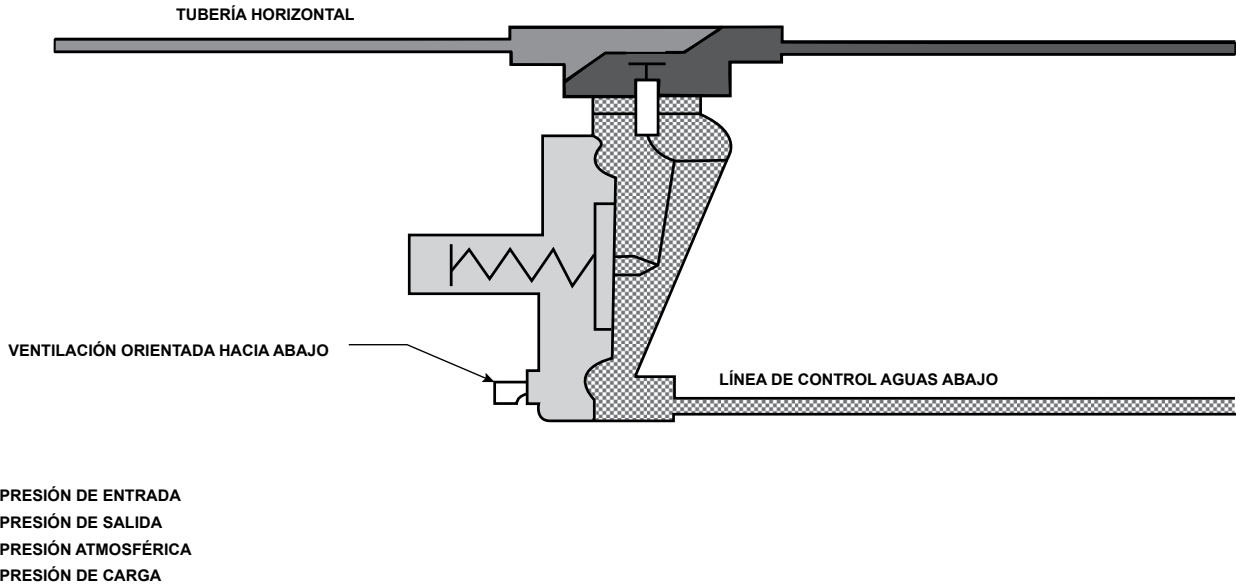

Figura 3. Drenaje de la caja del actuador Tipo T205B
2. El regulador puede instalarse en cualquier posición siempre y cuando el caudal a través del cuerpo sea en la dirección indicada por la flecha del cuerpo. A fin de que a través de una operación adecuada se logren las capacidades publicadas a un bajo punto de ajuste, el barril de la caja del resorte debe instalarse apuntando hacia abajo, tal como se indica en la Figura 1. A fin de lograr un desagüe total del actuador, el regulador debe instalarse como se indica en la Figura 3. Si es necesario que el sistema funcione de manera ininterrumpida durante la inspección o el mantenimiento, instalar una derivación ("bypass") de tres válvulas alrededor del regulador.